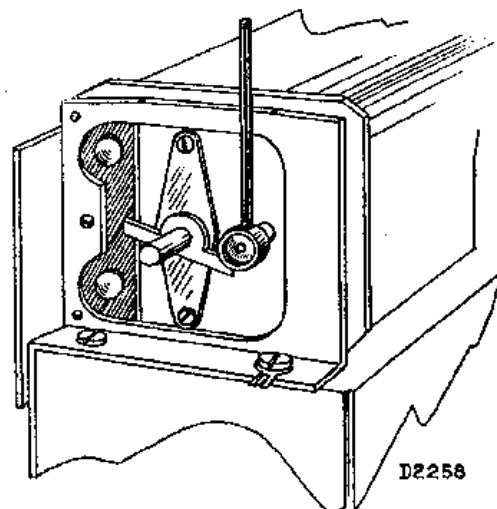

Abb. 4
2. 15° -Lehre anbringen (Abb. 4); Drehkondensator gegen Lehre drehen (kleine Kapazität).